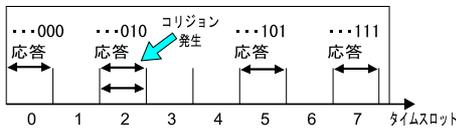

Fig.2 アンチコリジョンの仕組み (1) (出典：参考文献¹⁾より引用)
2. Fig.2 に示すように、RF タグは、自身が持つ情報の下位 1~3 ビットに示されているタイムスロット内に応答を返す。